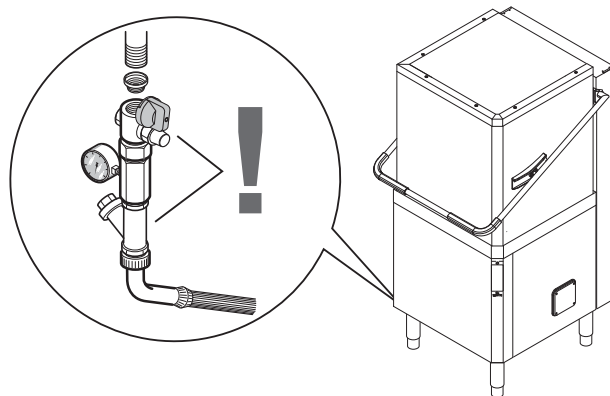

Figure 10 Raccordement tuyau alimentation
- Raccorder le tuyau d'alimentation en eau "W1" (voir le paragraphe E6.2 « Schémas d'installation ») de l'appareil au réseau hydraulique. Interposer un robinet, le filtre fourni en dotation et un manomètre (Figure 10).